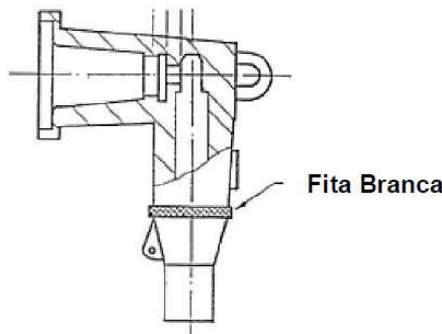

Figura 36 – Identificação de Operação em Carga
- h) Adicionalmente os acessórios para operação com carga devem ser identificados com uma fita removível branca, com largura mínima de 13 mm, fixada a uma distância de pelo menos 25 mm da entrada do cabo e possuir indicação por código de cores, conforme Figura 36 e Tabela 42 – Código de Cores (loadbreak).